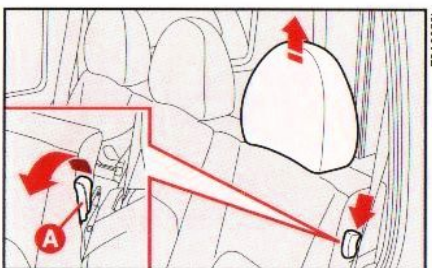
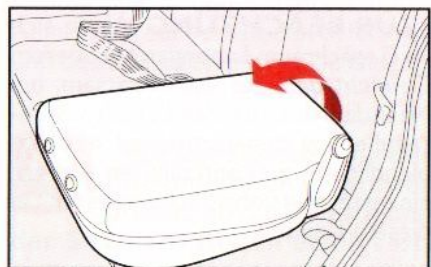

Abb. 121
Abb. 122
– Den Kugelgriff **A**, **Abb. 121** anheben, dann den Sitz ganz umkippen **Abb. 122**.